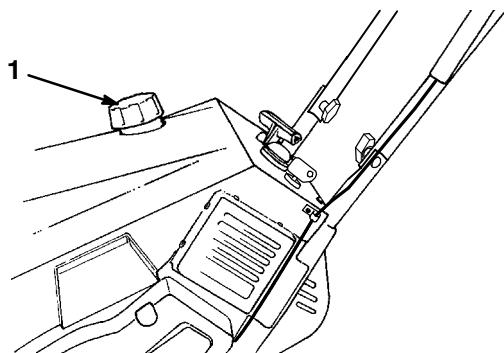

Bild 7
- Reinigen Sie den Bereich um den Kraftstofftankdeckel (Bild 7).